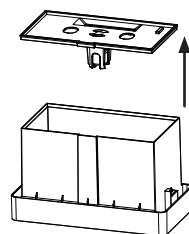

Abbildung 3
4. Entfernen Sie den Deckel vom Behälter, wie in Abbildung 3 gezeigt. Lassen Sie das gesammelte Kondensat ab.